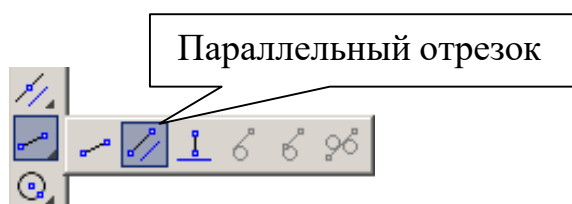

Рис. 12
- Для построения горизонтальной прямой, определяющей в разрезе отверстие диаметром 20 мм, воспользуйтесь командой **Параллельный отрезок** на панели **Геометрия**, рис. 12.